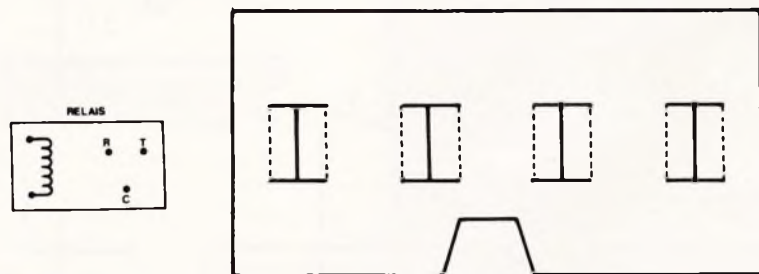

Fig. 4 Détails de fabrication du réflecteur.
e) Réalisation du réflecteur (fig. 4)
dont le gabarit grandeur nature est dessiné figure 4. Il suffit de le reproduire sur un papier calque, puis sur papier bistol. Les découpes sont représentées en traits pleins et les pliages en pointillés. Pour le fixer dans l'appareil il suffit de l'enfiler sur les lampes.